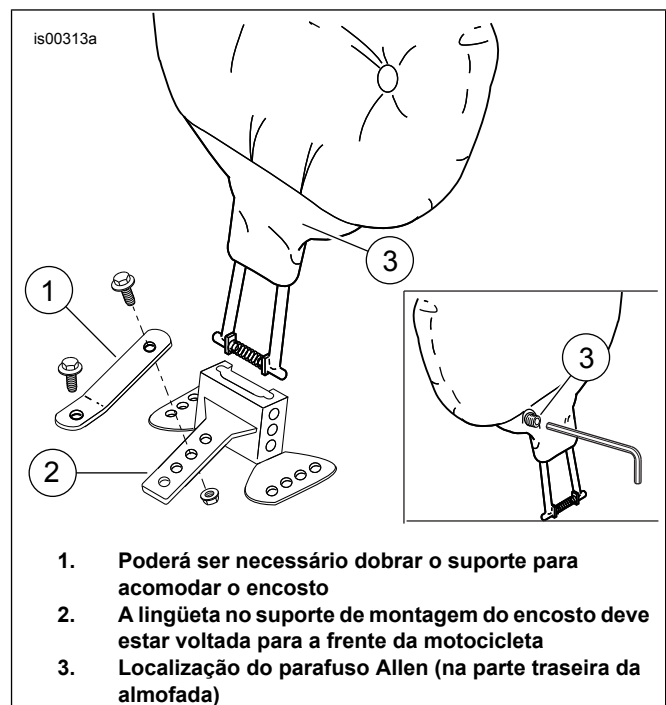

Figura 1. Posição do suporte do encosto e do encosto
Veja Figura 1. Há três furos em cada lado do suporte de montagem do encosto para fins de ajuste. Use o conjunto de furos do melhor se adapte à sua posição de direção e assento.
12. Veja Figura 1. Ajuste a posição dianteira/traseira do estofado do encosto. Use uma chave hexagonal de 3/16 pol. para ajustar parafuso de fixação (3) acessível através da abertura do ilhó na parte traseira do estofado. *Se possível, não remova o parafuso de fixação, pois será difícil de instalar.*